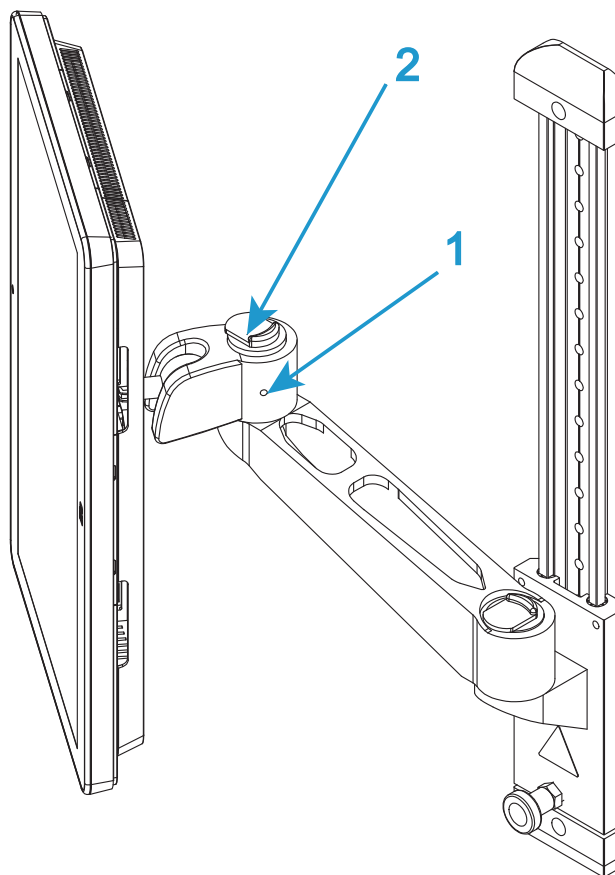
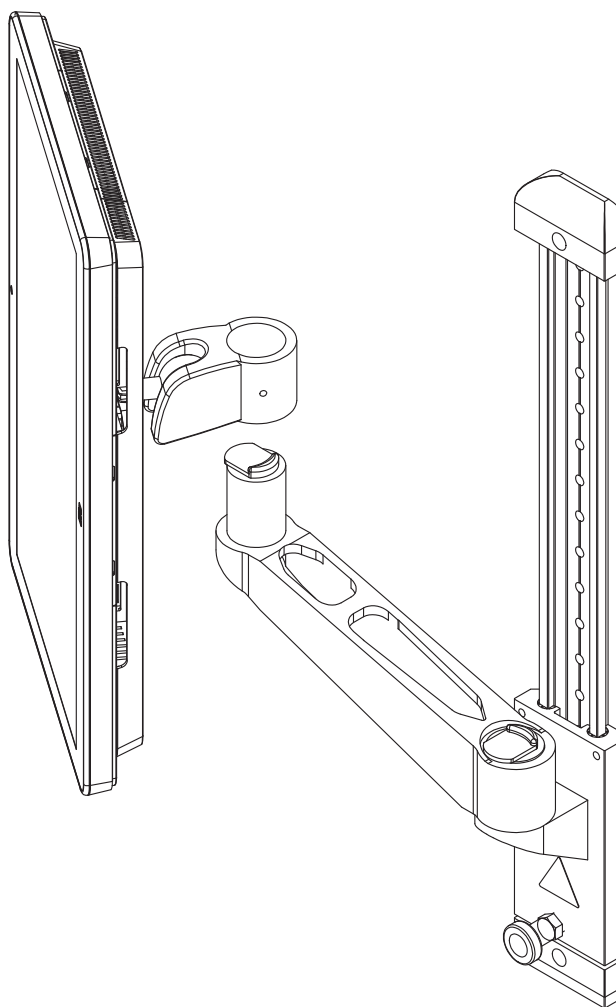

図12. 取り付けアーム
図 13. 持ち上げて取り外す
3. 必要に応じて、取り付けアームの「継手部分」の側面にある固定ねじを緩めます（50 ページの図 12 の 1）。
4. 「継手部分」上部のリリース機構（50 ページの図 12 の 2）を操作して Bluehill® オペレータ ダッシュボードを持ち上げ、取り付けアームから外します（51 ページの図 13）。